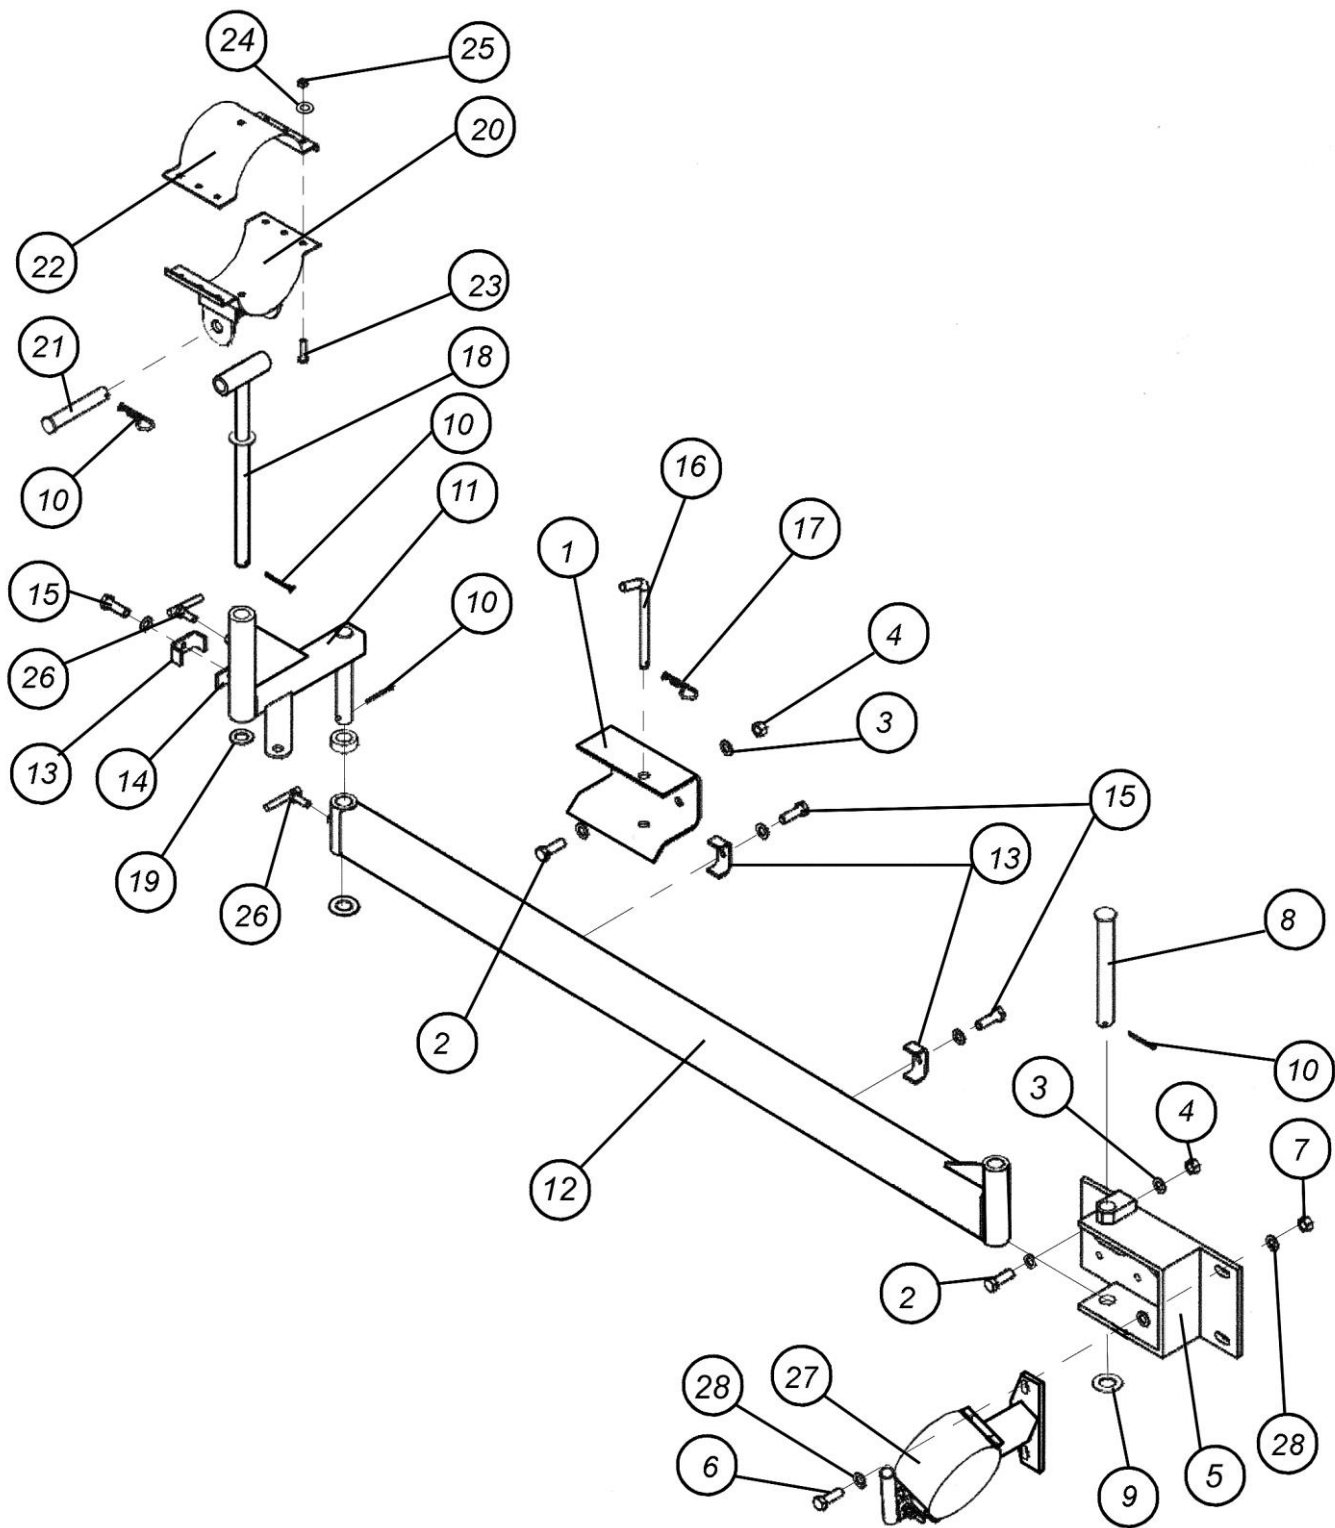

Рис. 7.2.15. Манипулятор шнека
7.2.15.1. Манипулятор шнека Ø224 (бункер V=10м³) (рис. 7.2.15.2)